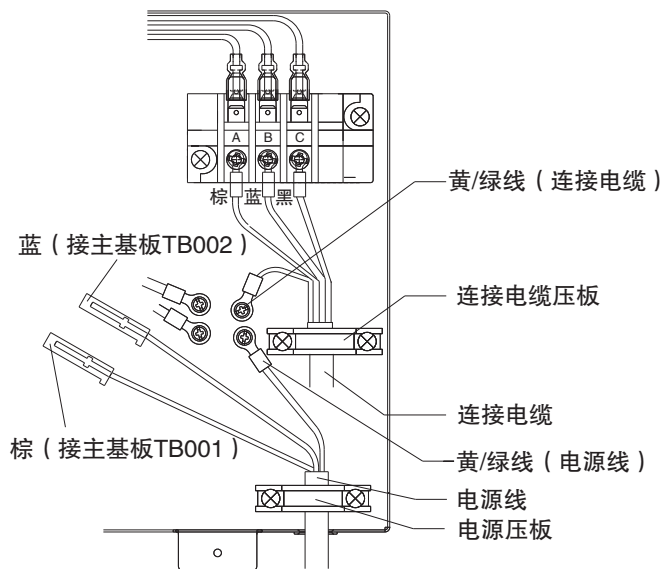
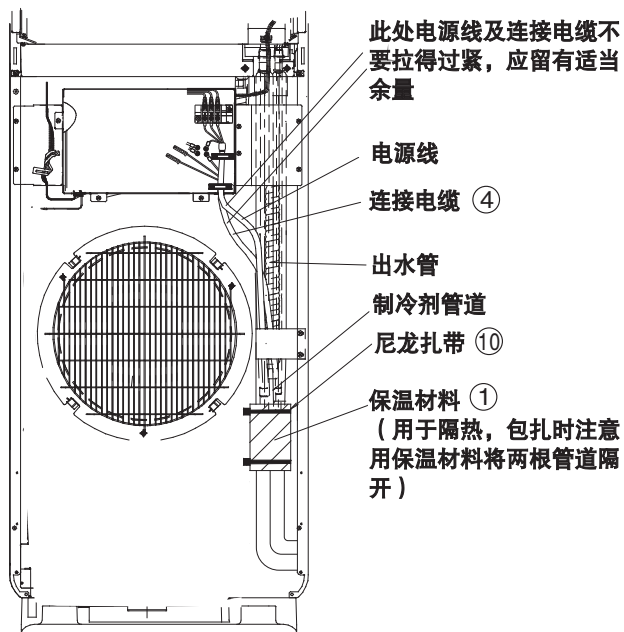

图 18
图 19
(2) 按图18、图19所示进行接线。
- (3) 必须将黄/绿芯线接至带有“ $\oplus$ ”标志的端子上。
- (4) 将电源线、连接电缆用电线压板压紧，以防止接线端子受力后脱落。
- (5) 将附件①保温材料，用附件⑩尼龙扎带，按图19要求扎在制冷剂管道上。
- (6) 室内电源必须安装带漏电保护的空气开关。